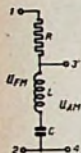

Fig. 1. Eenvoudige schakeling voor het omzetten van frequentie-gemoduleerde spanningen in amplitude gemoduleerde spanningen.
In de Vereenigde Staten heeft voor dit doel een door General Electric vervaardigde buis reeds een zekere vermaardheid verkregen, die wegens haar merkwaardigen vorm als „lighthouse“-tube wordt aangeduid. Die vuurtoren-buis, die als 2C44 aan de aloude triodefamilie is toegevoegd, is in de hierbij gevoegde fig. 1 afgebeeld en is samengesteld door een laschproces van metaal aan glas. De bedoeling was, de afstanden van het rooster tot kathode en anode uiterst klein te maken om den invloed van den looptijd der electronen zoo gering mogelijk te houden en bovendien een onverwrikbare opstelling der electroden te verkrijgen en de mogelijkheid om bij de fabricage de uiterst kleine afstanden tusschen de deelen nauwkeurig in te stellen.
Fig. 1. De „vuurtoren“ buis 2C44, een triode van bijzondere constructie voor 20 watt ingangsvermogen, als oscillator met Lechergeleiders bruikbaar tot 700 megahertz.
De FM-spanning wordt eerst omgezet in een AM-spanning en deze kan dan op de gebruikelijke wijze worden gelijkgericht. Om een indruk te krijgen van het omzetten van FM in AM is het nuttig, eens de schakeling van fig. 1 te beschouwen.
a) Daar men in FM-ontvangers de amplitude van het signaal steeds angstvallig constant tracht te houden, moet men den stroom door den kring uit fig. 1 ook zoo constant mogelijk houden, al verandert de frequentie en dus ook de impedantie van den kring. Daartoe schakelt men in serie met den kring een weerstand van zoodanig groote waarde, dat voor het beschouwde gebied de variaties van de kringimpedantie praktisch geen invloed hebben op de totale impedantie tusschen de klemmen 1-2.